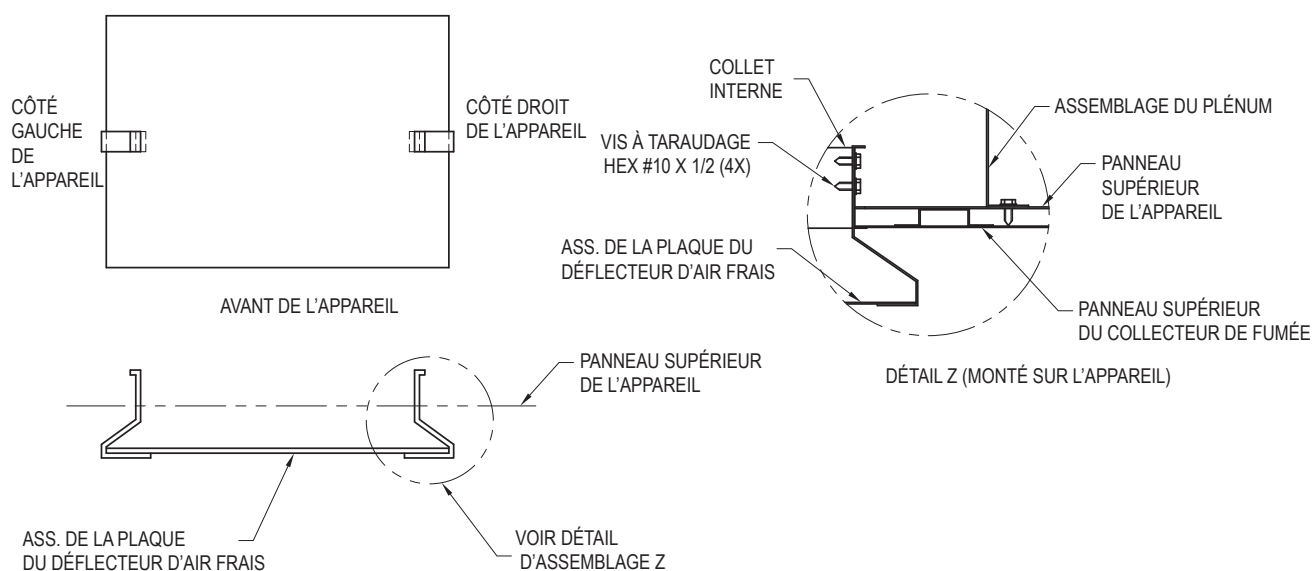

Figure 9. Panneau déflecteur, modèles 0962 à 1826
2. Suspendez le panneau déflecteur sur le collet de raccordement de la chaudière, parallèlement à l'axe le plus long de la chaudière, comme illustré à la **Figure 9**. Fixez-le au collet de raccordement de la chaudière à l'aide des quatre vis #10 fournies.